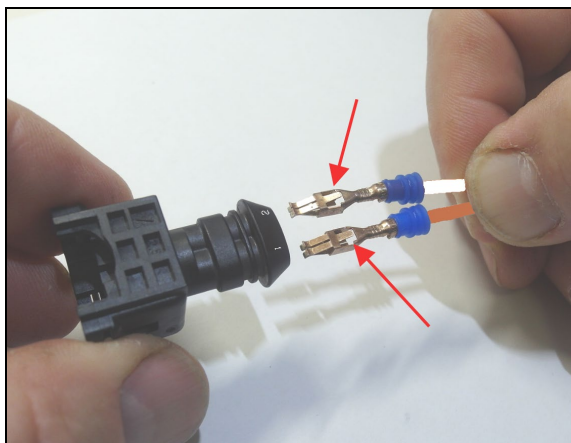

FIGURE 50
95. S'assurer que les languettes de verrouillage des cosses sont orientées comme indiqué dans Figure 50 par rapport au connecteur.